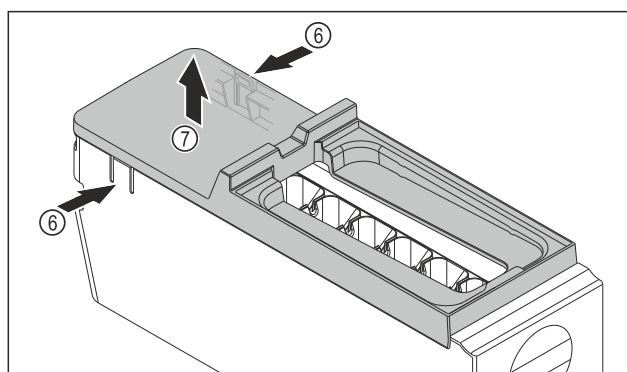

Fig. 144
- Retirer le couvercle du corps de l'EasyTwist-Ice : D'une main, pousser les languettes Fig. 144 (6) des deux côtés du corps de l'EasyTwist-Ice.
- De l'autre main, retirer le couvercle Fig. 144 (7) vers le haut.